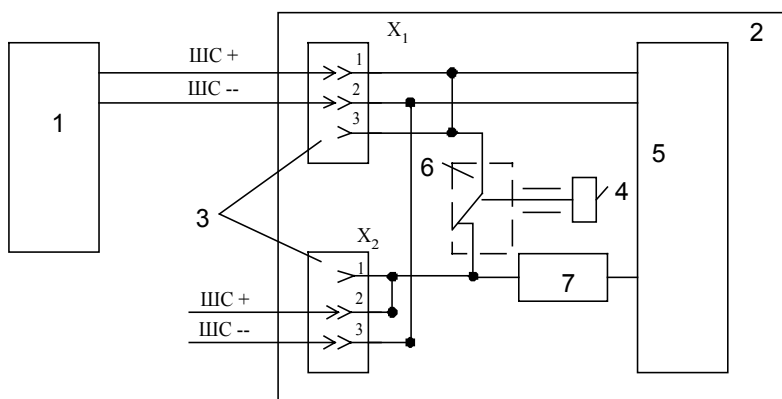

Рис. 6.4
6.3.9. Схема подключения извещателя к прибору в варианте 3 приведена на Рис.6.4.